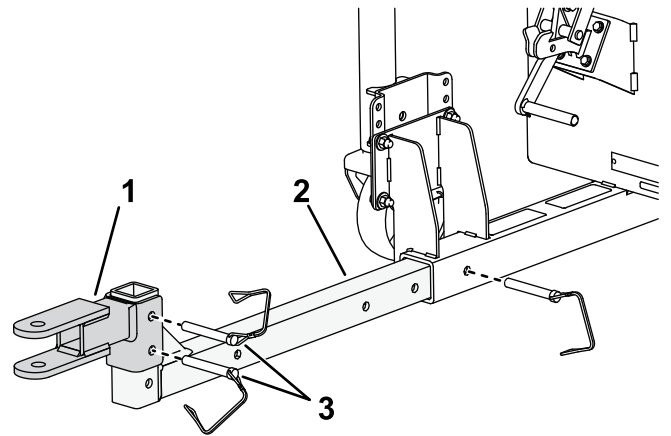

図3
- 図3に示されているようにヒッチチューブをフレームに挿入する。
- ヒッチアダプターをクレビスピン (図3) でヒッチチューブに取り付ける。
2. 必要に応じ、ヒッチアダプタからクレビスピンを抜き取ってアダプタの上下位置を調整する (図 3)。